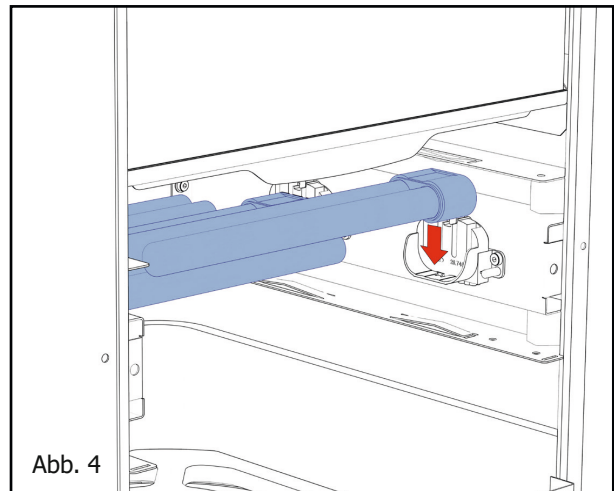

Abb. 4
- J. Neue UVC-Leuchtröhren mit den Kontaktpins von oben in die Lampenfassungen drücken, bis diese hörbar einrasten (Abb. 4).